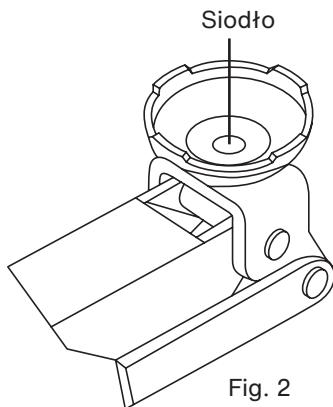

Fig. 2
- Przenieść podnośnik pod podnoszony pojazd, a konkretnie pod punkty podparcia przewidziane dla podnośnika (przestrzegać przy tym instrukcji producenta pojazdu). W zależności od potrzeb można wyjąć adapter wysokości z mocowania po lewej stronie podnośnika i włożyć go w mocowanie siodła (Fig. 2). Zwiększa to wysokość podnoszenia o 90 mm.